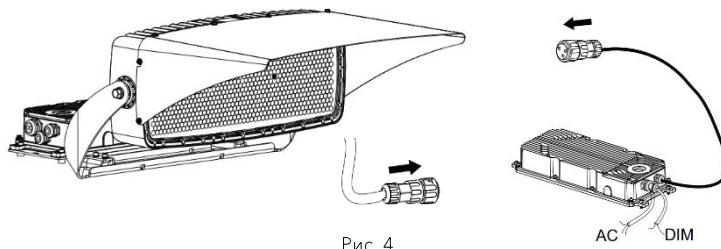

Рис. 4
6.6.5 Завести питающий кабель в коммутационный короб и выполнить подключение светильника к источнику питания коробе с помощью IP-разъема. (Рис. 4).